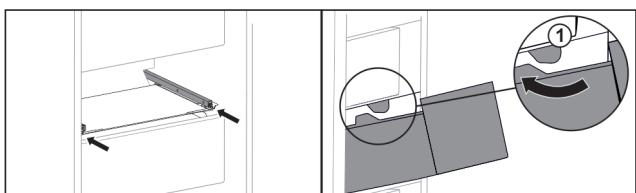

Fig. 143
- Обведите выдвижной ящик вокруг стопора Fig. 143 (1).